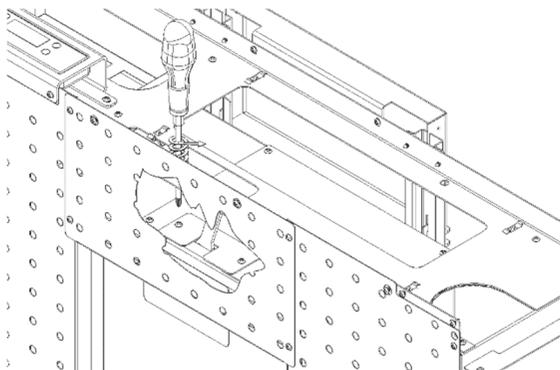

Figura 68 – Remoção tampo de bloqueio
n) Concluída a montagem elétrica e antes de proceder a montagem da lateral, deve-se retirar a patilha de bloqueio do registo de ar canalizável, desapertando os parafusos que à fixa a câmara de combustão tal como demostra a figura 68.